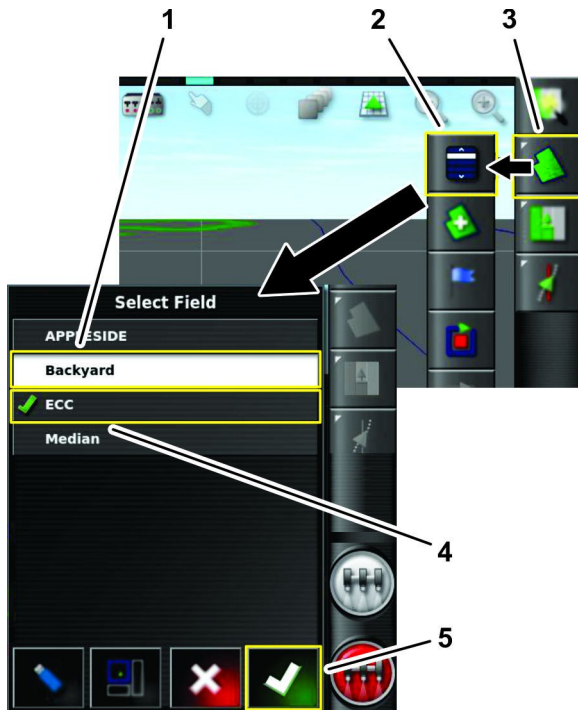

Bild 35
1. Tippen Sie auf das Symbol Feldmenü und tippen Sie auf das Symbol Feld auswählen (Bild 35).
2. Tippen Sie in der Liste der auszuwählenden Felder auf das Feld-Symbol für das Feld, das Sie besprühen, und tippen Sie auf das Bestätigen-Symbol (Bild 35).